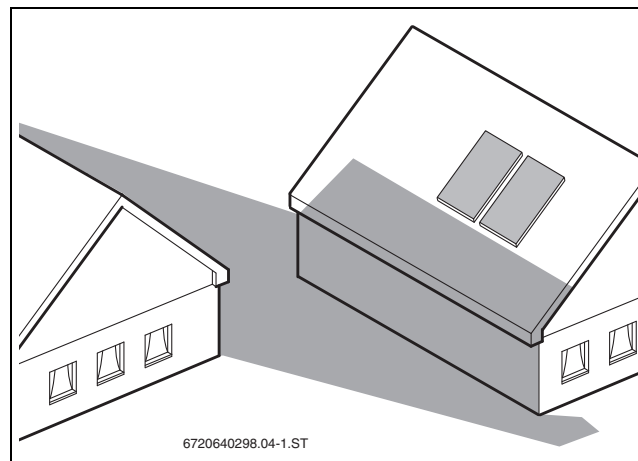

Bild 11
- Mögliche Beschattungen vermeiden (→ Bild 11).